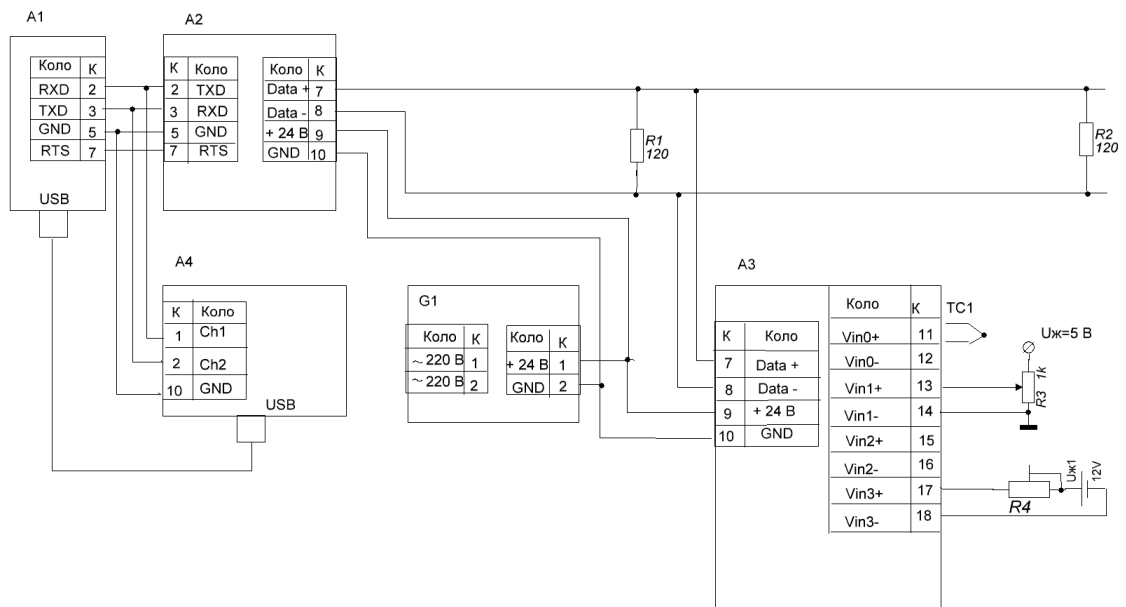

Рис. 4.2. Схема лабораторної установки:
Лабораторна установка (рис. 4.2) містить персональний комп'ютер (A1) з COM-портом RS-232, до якого підключений конвертер ADAM-4520 (A2), що перетворює сигнали інтерфейсу RS-232 на сигнали RS-485 й навпаки.
4.2.1. Зібрати експериментальну установку за схемою (рис. 4.2).